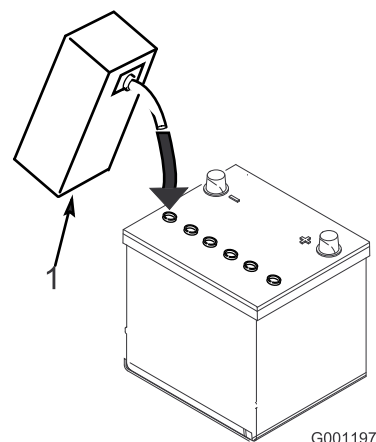

Figura 5
3. Llene cuidadosamente cada celda con electrolito hasta que las placas estén cubiertas de 6 mm aproximadamente de fluido (Figura 5).
4. Espere aproximadamente 20–30 minutos para que el electrolito penetre en las placas. Rellene según sea necesario para que el electrolito llegue a una distancia de 6 mm aproximadamente del fondo del hueco de llenado (Figura 5).